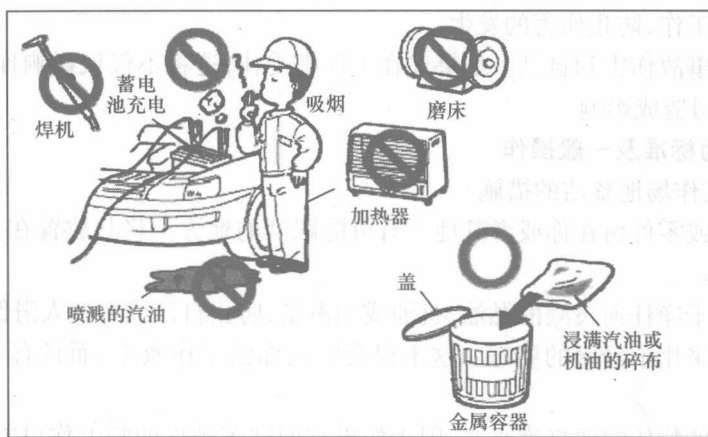

图 1-1-5 车间防火要求
- (1)如果火灾警报响起,所有人员应当配合扑灭火焰。要做到这一点,必须知道灭火器放在何处及如何使用。
- (2)严禁吸烟,除非在吸烟区,并且要确认将香烟熄灭在烟灰缸里(图 1-1-5)。